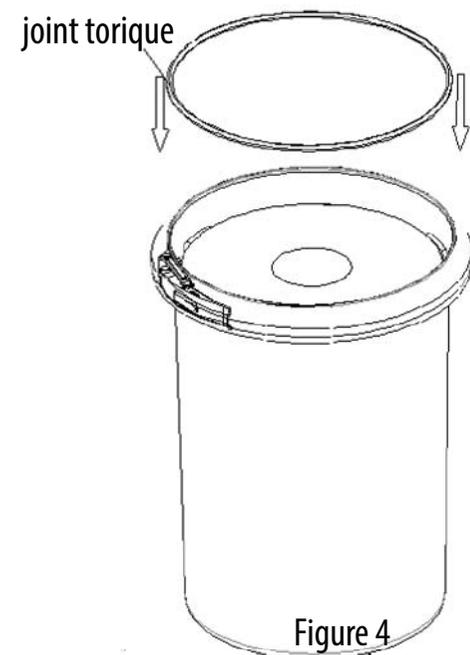
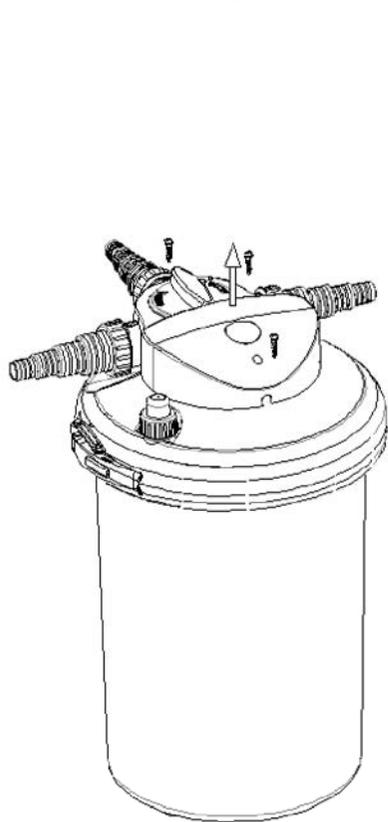
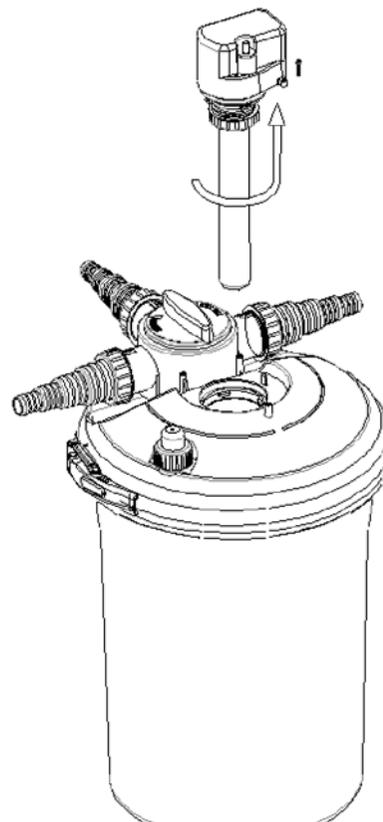
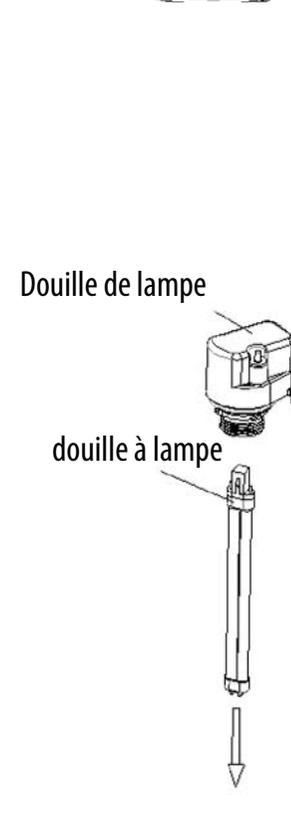

Figure 4
Figure 5
Figure 7
Figure 9
5. While assembling, please take care of the correct position of the gasket (see fig.4) If this gasket is not well positioned or absent, the filter can leak.
1. To change bulb, first unplug the pump and bio-filter from its power source. Remove the 3 screws from the UV cover (5) and remove the UV cover (6). Remove the single screw from the UV light assembly (7) and unscrew the UV light assembly counterclockwise and gently lift out (figure 7). Please always cool off and dry the lamp holder. As soon as the components are cooled off and dry, take the lamp with a dry cloth and pull the lamp carefully out of the lamp holder. Don't touch the glass of the lamp (see fig. 9). Place a new lamp into the lamp holder. The lamp can only be turned on when the filter is reinstalled completely. Reassemble all parts and take care, that the O-rings and flat seals are in a correct position. (see fig. 4 and 7)
4. Beim Zusammenbauen achten Sie bitte darauf, dass die Dichtung gut platziert wird. (Bild 4) Wenn diese Dichtung nicht gut platziert wird oder fehlt, wird der Filter undicht.
Um die UVC Lampe zu ersetzen sorgen Sie bitte dafür, das der Filter und die Pumpe vom Stromnetz getrennt werden. Entfernen Sie die 3 Schrauben der Schutzkappe (5) und heben die Kappe hoch (6). Entfernen Sie die Schraube von UVC Armatur und Drehen Sie die UVC Armatur entgegen des Uhrzeigersinns los und heben diese vorsichtig heraus (7). Lassen Sie die UV Lampe und das Quarzglas trockenen und abkühlen. Wenn dies geschehen ist, nehmen Sie mittels eines sauberen und trockenen Lappens den Lampensockel und ziehen diesen vorsichtig aus der Halterung. Fassen Sie die Lampen niemals am Glas an (Abbildung 9). Stecken Sie die neue Lampe in die Halterung. Testen Sie die Lampe nicht wenn der Filter noch nicht vollständig zusammen gebaut wurde! Kontrollieren Sie auch immer das Quarzglas und die Quarzglasschutzhülle und reinigen Sie diese falls nötig mit einem Anti-Kalk Produkt oder Essig. (Kalk sieht man nur auf trockenem Glas) Setzen Sie dann alle Teile wieder zusammen und sorgen Sie dafür, das die O-Ringe und Dichtungen an der korrekten Stelle platziert wurden.
4. Lors de la pose du couvercle, veillez à positionner correctement le joint torique (voir figure 4). Lorsque le dispositif d'étanchéité n'est pas positionné correctement ou fait défaut, le filtre va présenter des fuites.
Lorsque des algues flottantes vertes prolifèrent dans l'étang, il convient de contrôler le fonctionnement de la lampe UV et/ou le verre de quartz. Pour remplacer la lampe UV, débranchez d'abord la fiche du filtre et de la pompe de la prise. Déposez les vis du capot de protection et soulevez-le (fig. 5). Dévissez l'armature UV vers la gauche et retirez-la avec précaution (fig. 7). Laissez d'abord refroidir et sécher la lampe UV et le verre de quartz. Lorsqu'ils sont froids et secs, saisissez la base de la lampe avec un chiffon sec et retirez avec précaution la lampe du culot (ne saisissez pas la lampe par le verre) (fig. 9). Posez la lampe neuve dans le culot. Ne testez pas la lampe avant que le filtre ne soit complètement assemblé. Contrôlez aussi toujours le tube de protection (8) du verre de quartz et, le cas échéant, nettoyez-le avec un produit détartrant comme du vinaigre domestique. Posez ensuite à nouveau toutes les pièces et veillez à ce que les joints toriques et les joints occupent la position correcte.
Om de UV-lamp te vervangen zorgt u er eerst voor dat de stekker van het filter en de pomp uit het stopcontact worden gehaald. Verwijder de schroeven van de beschermkap en til de kap omhoog (fig. 5). Draai het UV-armatuur tegen de klok in los en til deze voorzichtig uit (fig. 7). Laat de UV lamp en kwartsglas eerst afkoelen en opdrogen. Indien koel en droog pakt u de basis van de lamp met een droge doek vast en trekt u de lamp voorzichtig uit de houder (pak de lamp niet bij het glas) (fig. 9). Steek de nieuwe lamp in de houder. Test de lamp niet voordat het filter weer compleet is geassembleerd. Controleer ook altijd de kwartsglazen beschermhuis (8) en maak deze indien nodig schoon met een anti kalk product zoals schoonmaak azijn. Zet daarna alle delen weer terug en zorg ervoor dat de o-ringen en pakkingen op de juiste plaats zitten.